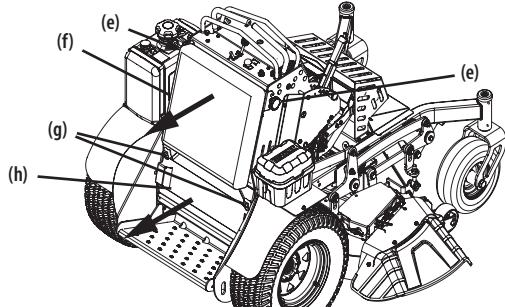

Figura 2
- a. Afloje las dos perillas en estrella (e) que fijan el protector de piernas (f) a la cortadora de césped. Consulte Figura 2.